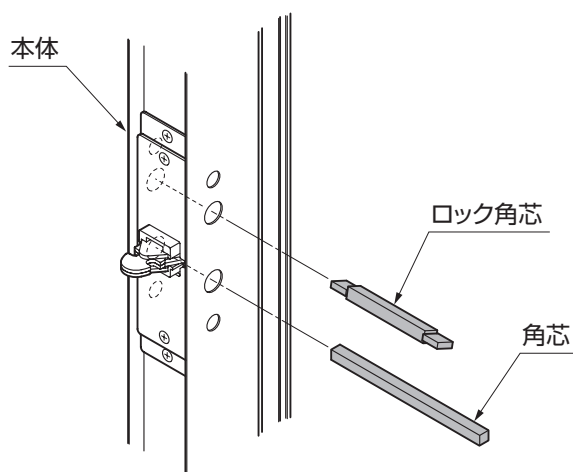
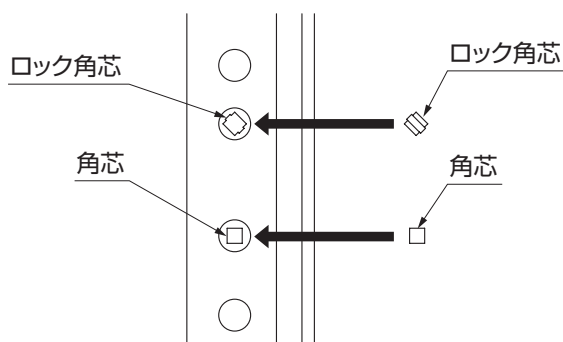

図3-3
図3-4 ロック角芯・角芯挿入向き
①ロック角芯と角芯を本体の穴に通してください。（図3-3、図3-4参照）